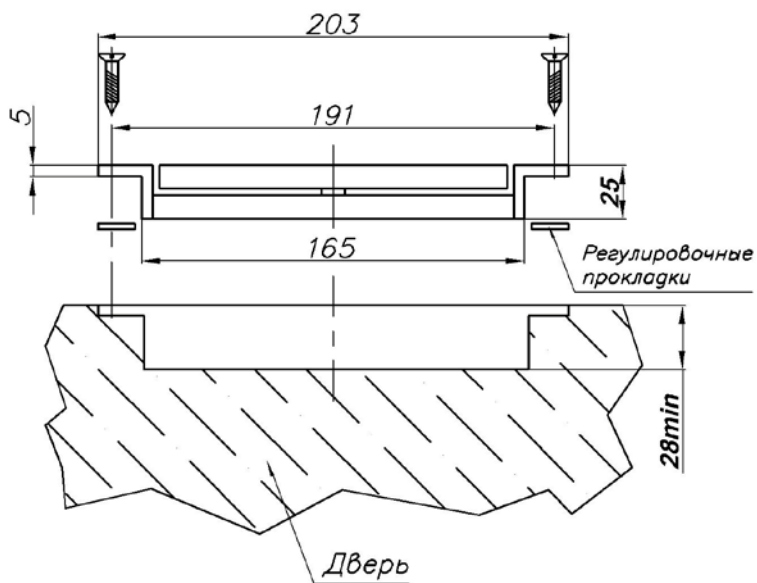
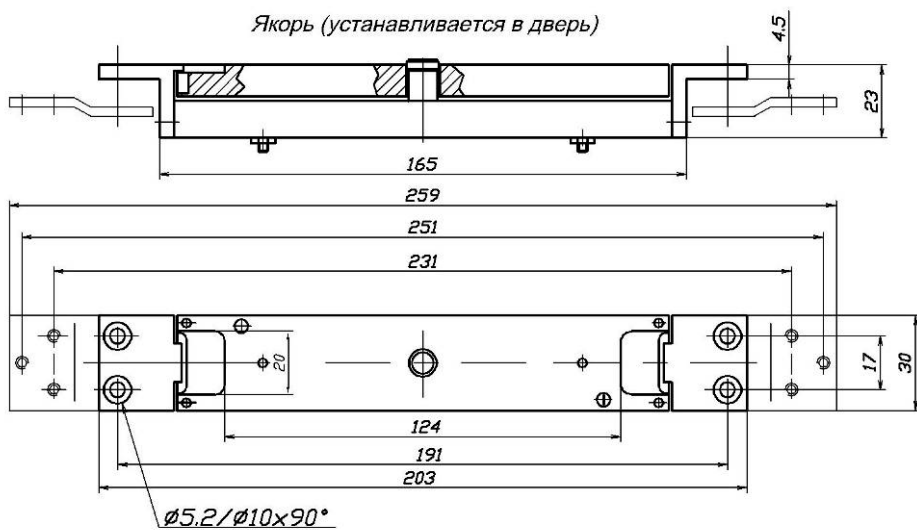
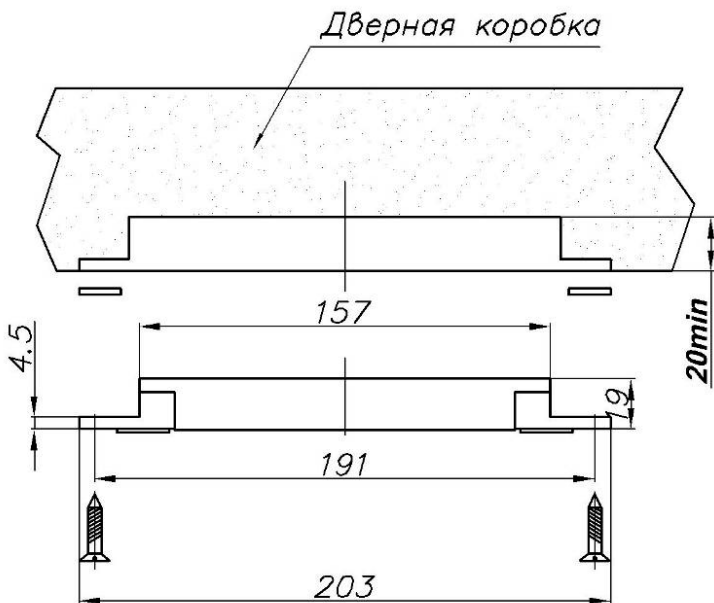
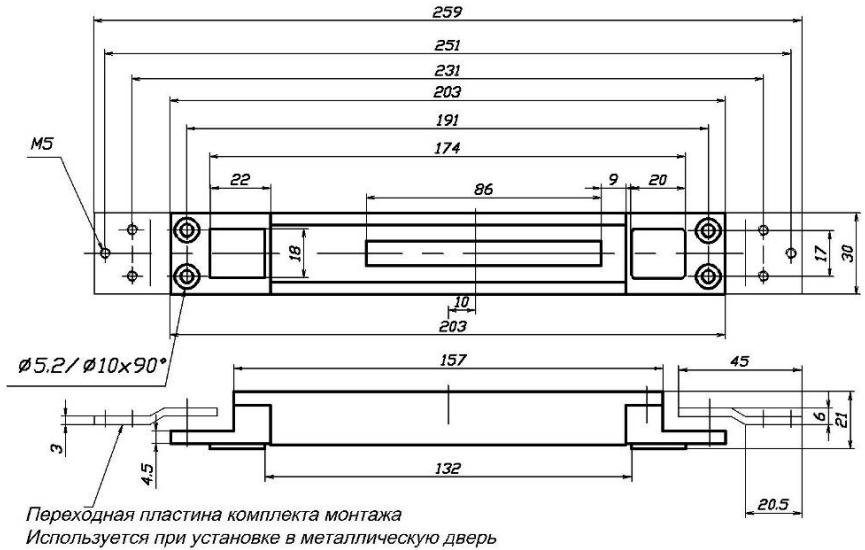

Рис. 2
Рис. 3
Рис. 4
Рис.5
6.1 Толщина двери для врезного варианта крепления ЗАМКА должна быть не менее 45 мм, при этом гарантированные зазоры между подвижной пластиной якорной части и внутренними поверхностями гнезда в двери должны быть не менее 1 мм. Т. е. пластина должна свободно, не касаясь стенок гнезда, перемещаться в пределах своего рабочего хода. Рекомендуемая ширина гнезда двери в зоне перемещения пластины якоря должна быть не менее 32 мм. Остальные габаритно-установочные размеры показаны на рис. 2 и 3. На рис. 3 показан вариант установки якорной части в металлическую дверь с помощью переходных планок (пластин). Аналогичное гнездо выполняется в дверной коробке (рис. 4 и 5). На рис. 5 показан вариант установки корпусной части в металлическую дверную коробку с помощью переходных планок (пластин).